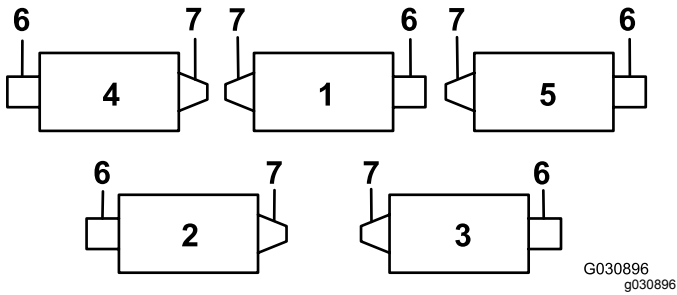
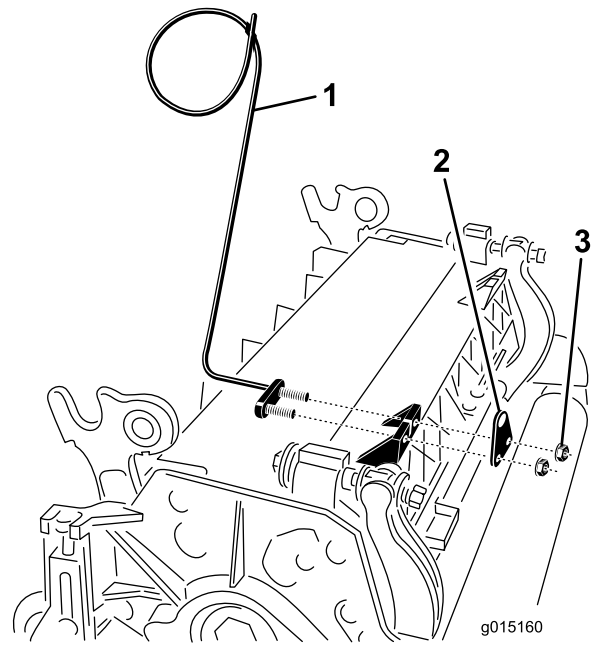

Bild 6
Bild 7
- D. Montieren Sie die Stangenhalterung mit den Schlossschrauben und Muttern an den Schneideeinheiten (Nr. 4 vorne links und Nr. 5 vorne rechts) mit den Befestigungsmuttern der Stangenhalterung vorne an den Schneideeinheiten (Nr. 4 vorne links und Nr. 5 vorne rechts) mit den Befestigungsmuttern der Stangenhalterung vorne an den Schneideeinheiten (**Bild 6** und **Bild 7**). Die Schlauchführungen sollten sich zur mittleren Schneideinheit neigen (**Bild 7** und **Bild 8**).
Wichtig: Montieren Sie an den Schneideinheiten Nr. 4 (vorne links) und Nr. 5 (vorne rechts) die Schlauchführungen mit den Befestigungsmuttern der Stangenhalterung vorne an den Schneideeinheiten (**Bild 6** und **Bild 7**). Die Schlauchführungen sollten sich zur mittleren Schneideinheit neigen (**Bild 7** und **Bild 8**).